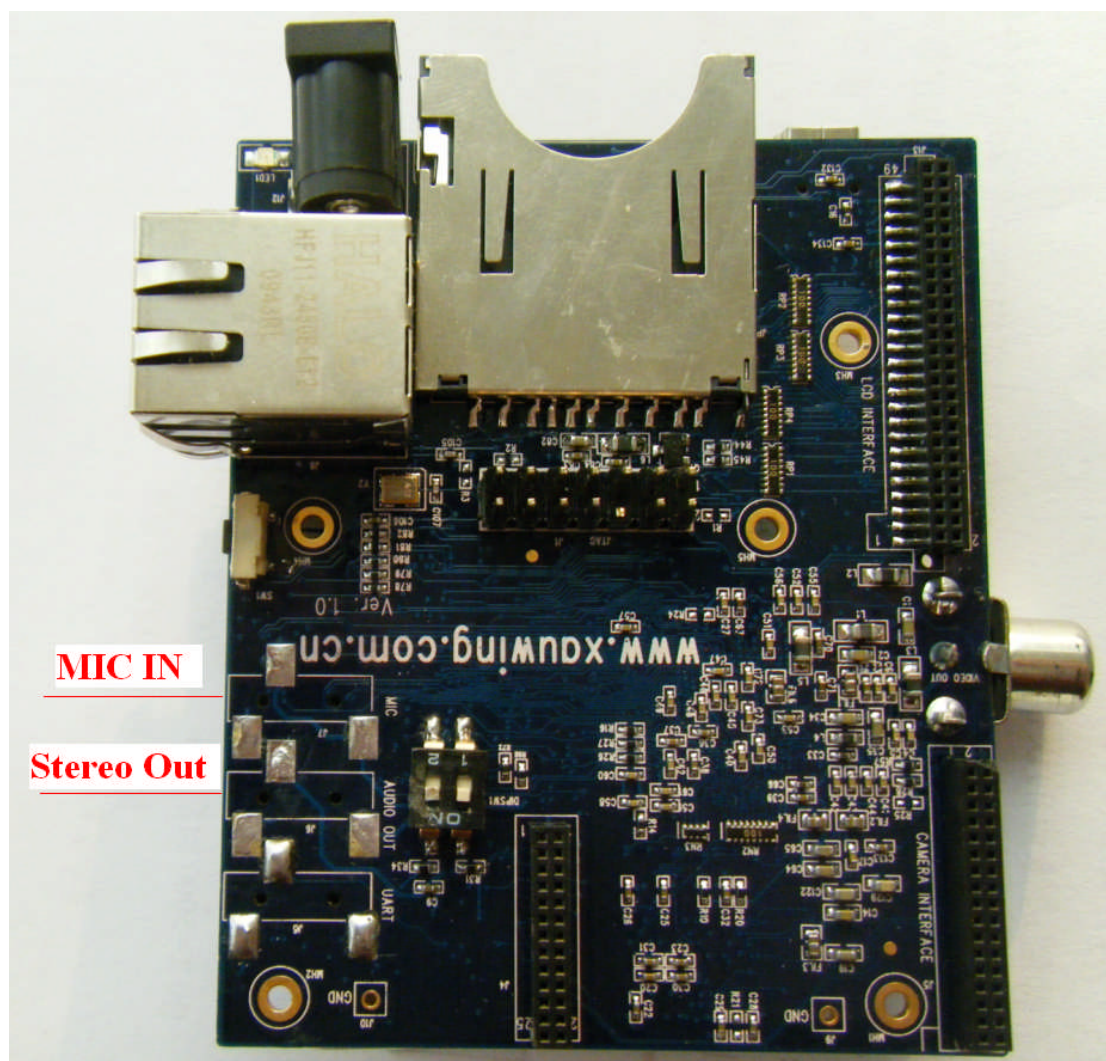

图 4-8 音频接口
8、音频输入输出接口(MIC IN、STEREO OUT) ， 如图 4-8 所示